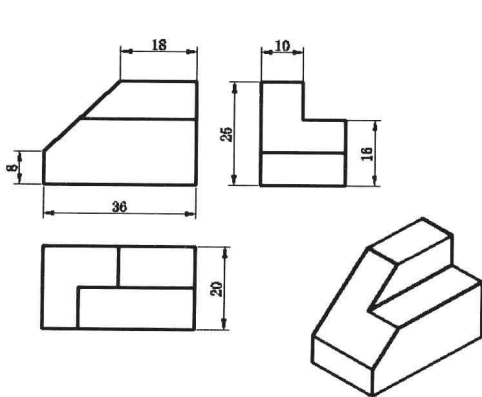

图 7-4-9
(4) 选择菜单命令“标注/倾斜”，单击具有倾斜效果的标注对象，按空格键。输入角度“0”，按空格键，此时标注对象取消倾斜效果。
(5) 打开素材文件“7-4-4b.dwg”，在 XY 平面上绘制的三视图、轴测图如图 7-4-9 所示。